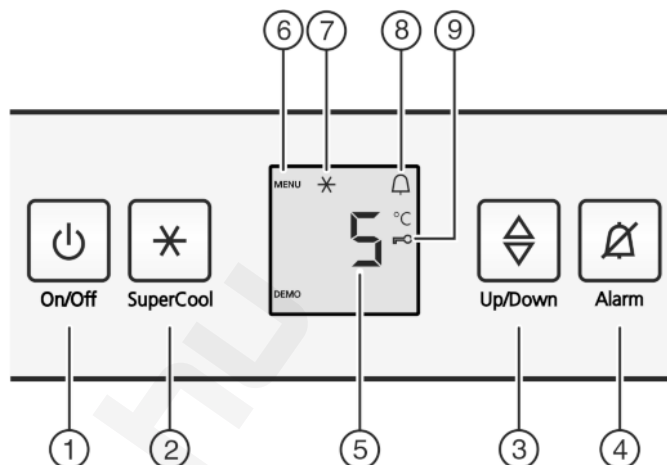

Fig. 2
- Nyomja meg az On/Off gombot Fig. 2 (1).
- Nyomja meg a SuperCool Fig. 2 (2) gombot kb. 5 mp-re.
- ▷ A kijelzőn megjelenik a Menü ikon *Fig. 2 (6)*.
- ▶ A SuperCool *Fig. 2 (2)* gombbal röviden nyugtázza.
- ▷ A gyermekbiztosítás ikon *Fig. 2 (9)* világít a kijelzőn.
- ▶ Röviden nyomja meg az On/Off *Fig. 2 (1)* gombot.
- ▶ Nyomja meg a riasztás gombot *Fig. 2 (4)*.
- ▶ Hőmérsékletfunkció előhívása: Nyomja meg a beállítógombot *Fig. 2 (3)*.
- ▶ A hőmérsékletet 1 °C-os lépésekben változtathatja: Annyiszor nyomja meg a beállítógombot *Fig. 2 (3)*, amíg a kívánt hőmérséklet nem világít a hőmérsékletjelzőn.
- ▶ Nyomja meg röviden a SuperCool gombot *Fig. 2 (2)*.
- ▷ A SuperCool ikon *Fig. 2 (7)* világít a kijelzőn.
- ▷ A SuperCool ikon *Fig. 2 (7)* kialszik a kijelzőn.